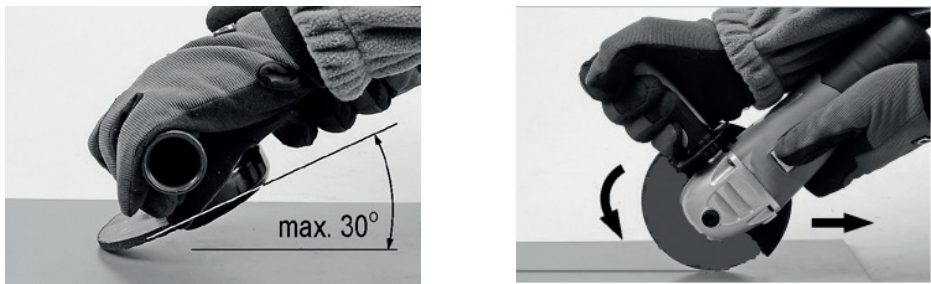

Рис. 1 (А, Б)
- При шлифовании боковой поверхностью, шлифовальную машину необходимо удерживать под углом не больше 30 градусов к обрабатываемой поверхности (рисунок 1 А).
- Во время резки шлифовальную машину следует вести в направлении вращения круга (рисунок 1 Б).